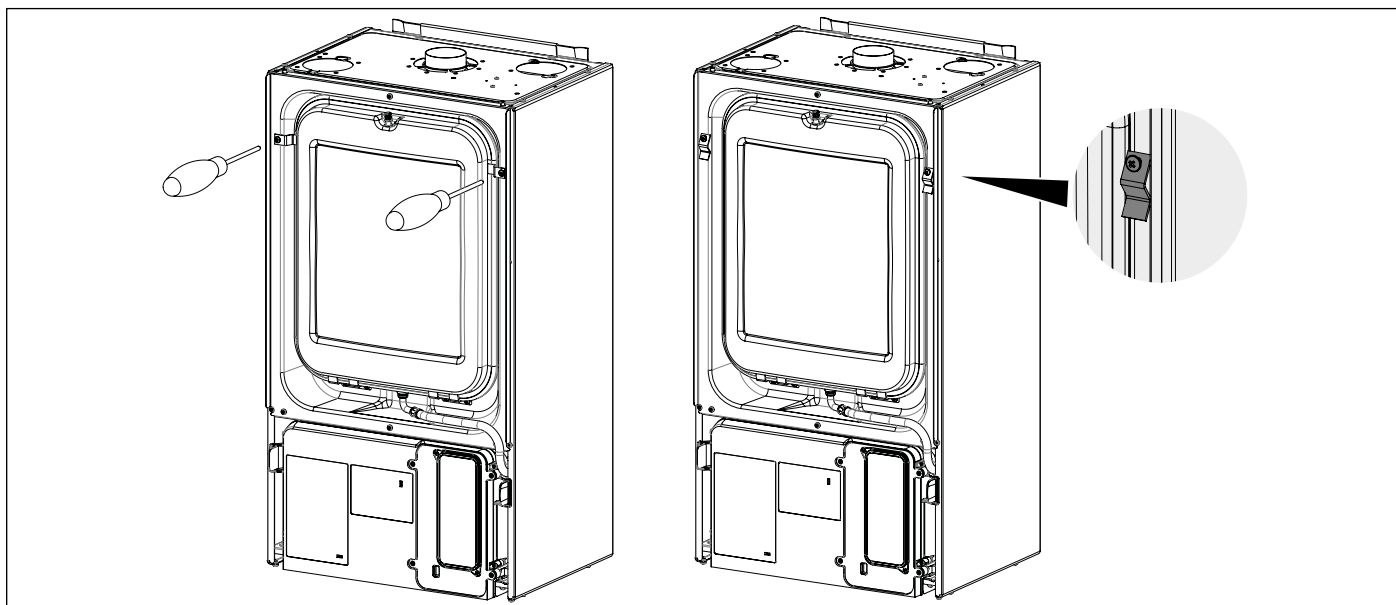
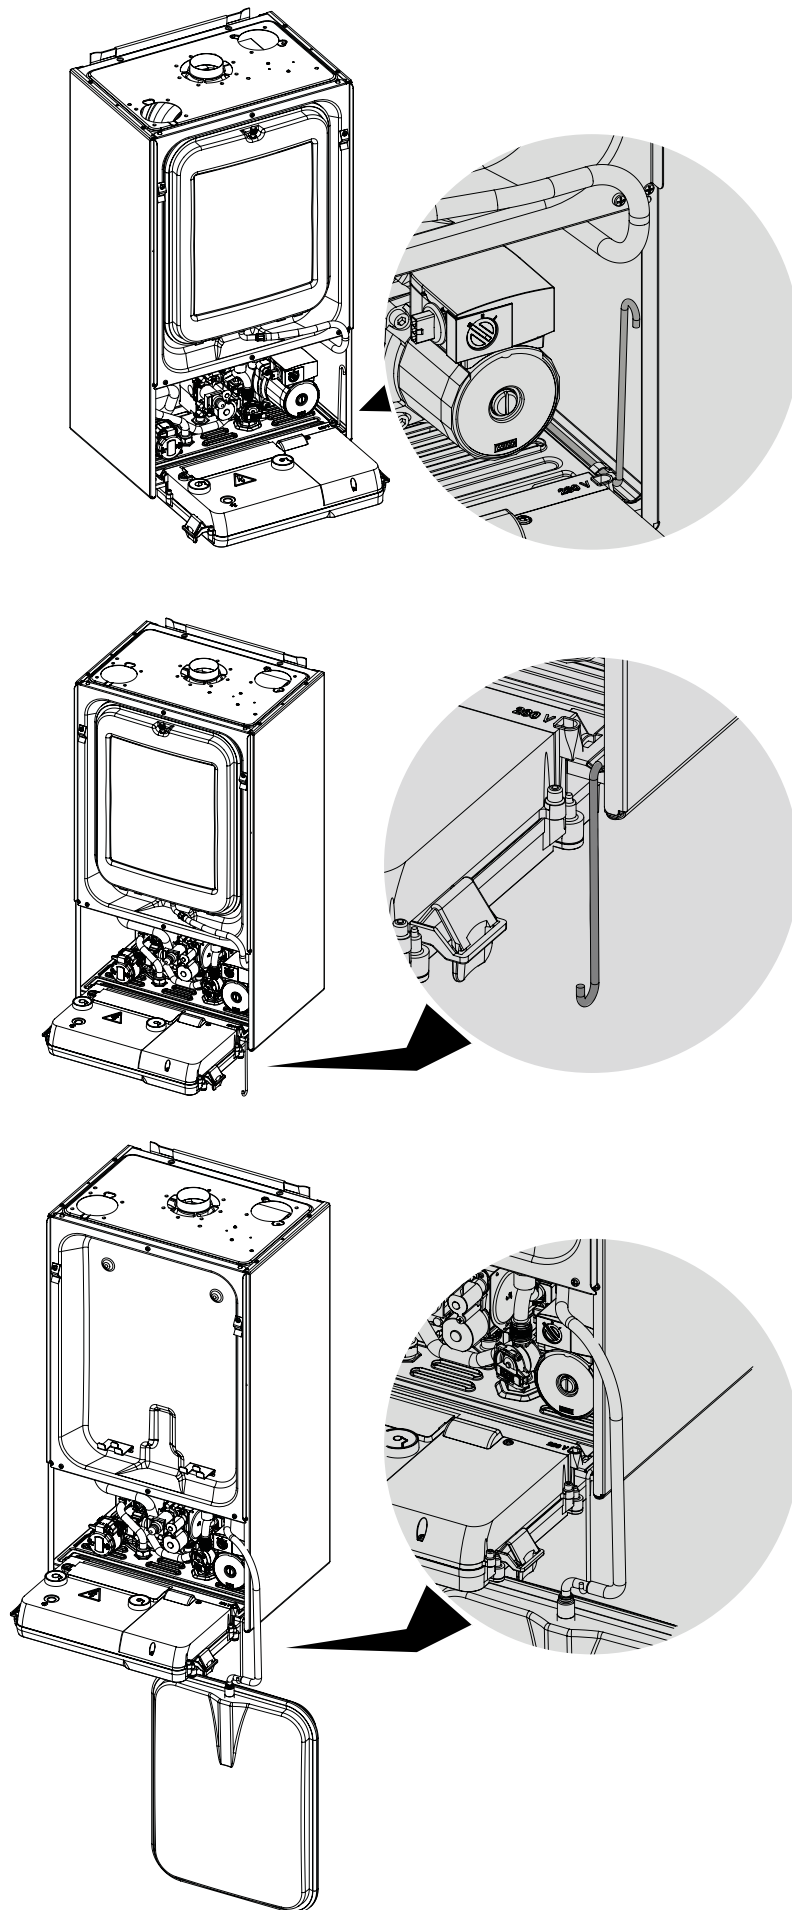

Рис. 44 Съемка фиксаторов расширительного бочка
Рис. 45 Скоба для закрепления расширительного бака
- Снять переднюю панель герметичной камеры, предварительно сняв расширительный бак (смотри Рис. 44 Съемка фиксаторов расширительного бочка и Рис. 45 Скоба для закрепления расширительного бака).